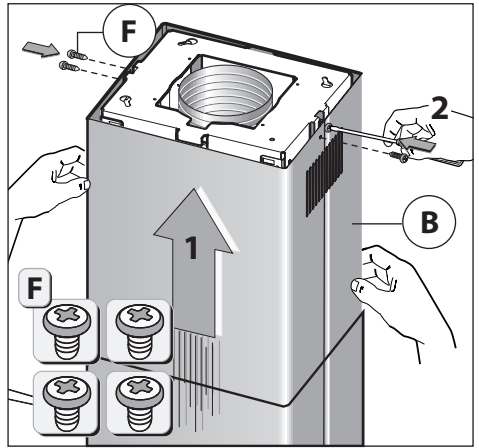

Fig.13
- Fissare il camino superiore **B** alla struttura mediante le 4viti **F** (fig.13).